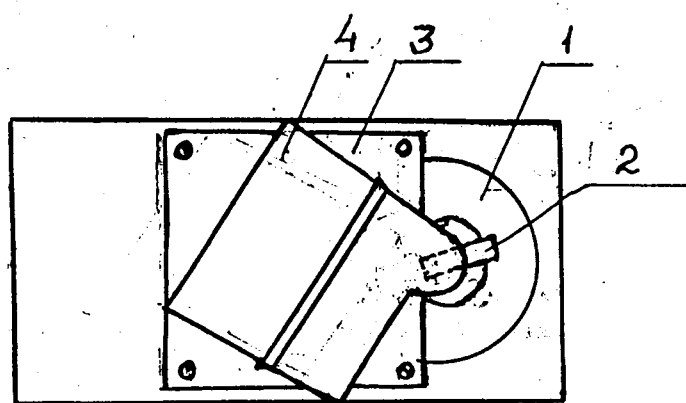

Рис. 1 (вид сверху)
1. Установить подставку (рис. 1) на крышку весов ВЛКТ-500.
2. Установить прибор на подставку в соответствии с разметкой на подставке (рис. 1).